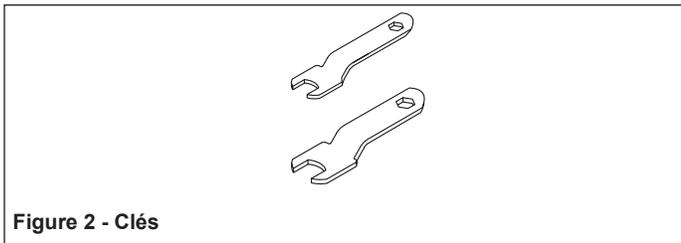

Figure 2 - Clés
- Bien serrer la mandrin avec les clés (Voir Figures 2 et 3). Positionner une clé sur l'écrou de mandrinet l'autre sur la tige. Tourner la clé sur l'écrou du mandrin à la droite, et simultanément, tourner l'autre clé au sens opposé. S'assurer de ne pas laisser glisser la tige.